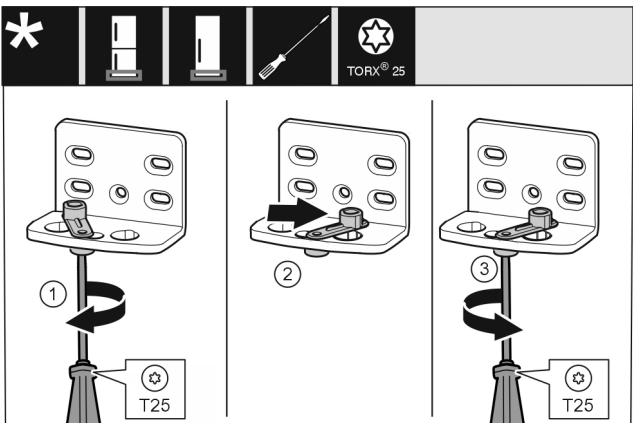

Fig. 10
- ▶ Løsn skruen med skruetrækkeren T25. Fig. 10 (1)
- ▶ Løft dørlukningshjælpen, og drej den 90° mod højre i hullet. Fig. 10 (2)
- ▶ Stram skruen med skruetrækker T25. Fig. 10 (3)